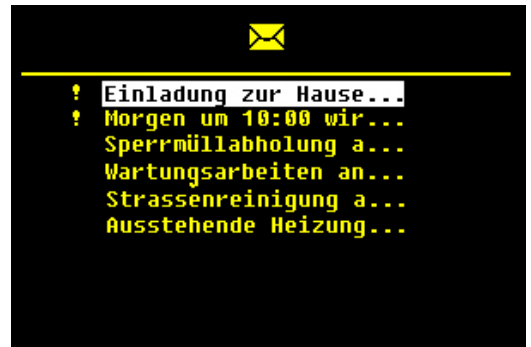

Abb. 25: TCS-Kurzmitteilungen
- ▶ Drücken Sie die *Menütaste*, um direkt das Menü *Kurznachrichten* zu öffnen (Abb. 25).